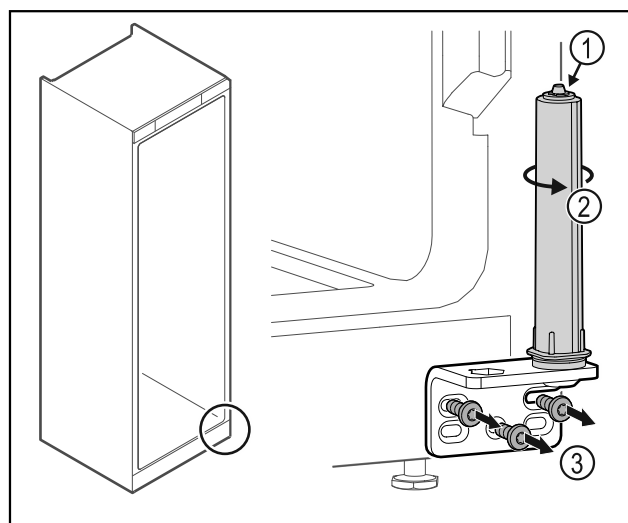

Fig. 36
- Türschließsystem Fig. 36 (1) nicht zerlegen.
- Schließsystem Fig. 36 (2) drehen, bis es klickt.
- Scharnierwinkel abschrauben Fig. 36 (3).